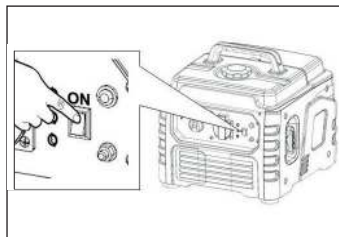

Рис. 6
- Переведите клавишу выключателя зажигания в положение «ВКЛ» (Рис. 6).